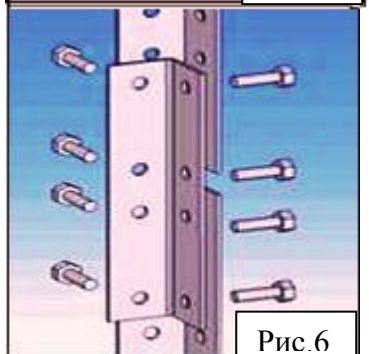

Рис.6
**Стыковка стоек с помощью переходника показана на рис.6**